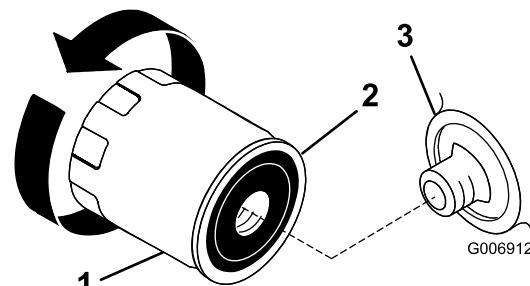

Figure 20
2. Déposez le filtre à huile usagé et essuyez la surface du joint de l'adaptateur (Figure 20).
3. Appliquez une fine couche d'huile neuve sur le joint en caoutchouc du filtre de rechange (Figure 20).
5. Tournez le filtre à huile dans le sens horaire jusqu'à ce que le joint touche l'adaptateur, puis donnez 1/2 à 3/4 de tour supplémentaire (Figure 20).